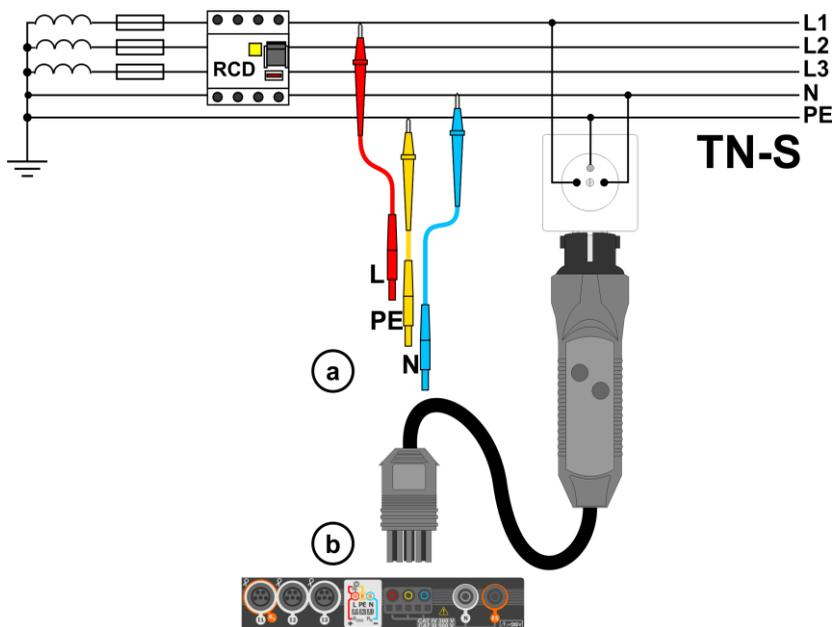
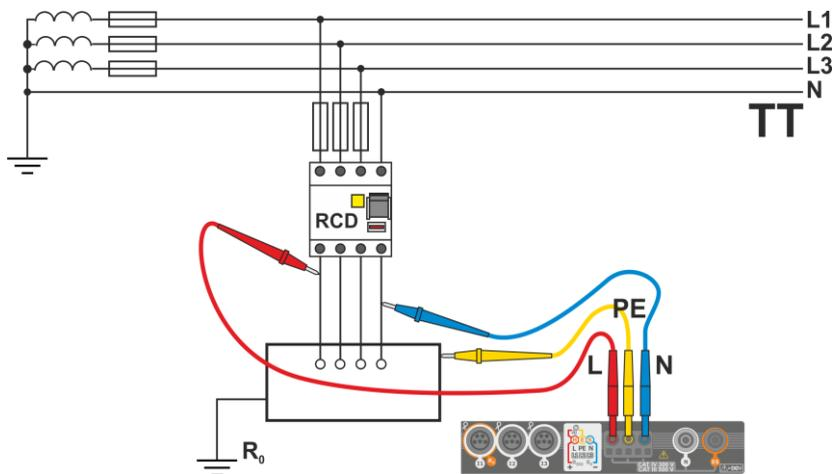

Fig. 3.3 Medición en el sistema TN-S
Fig. 3.4 Medición en el sistema TT
- 1 Conectar los cables de medición según la Fig. 3.3 , Fig. 3.4 o Fig. 3.5.